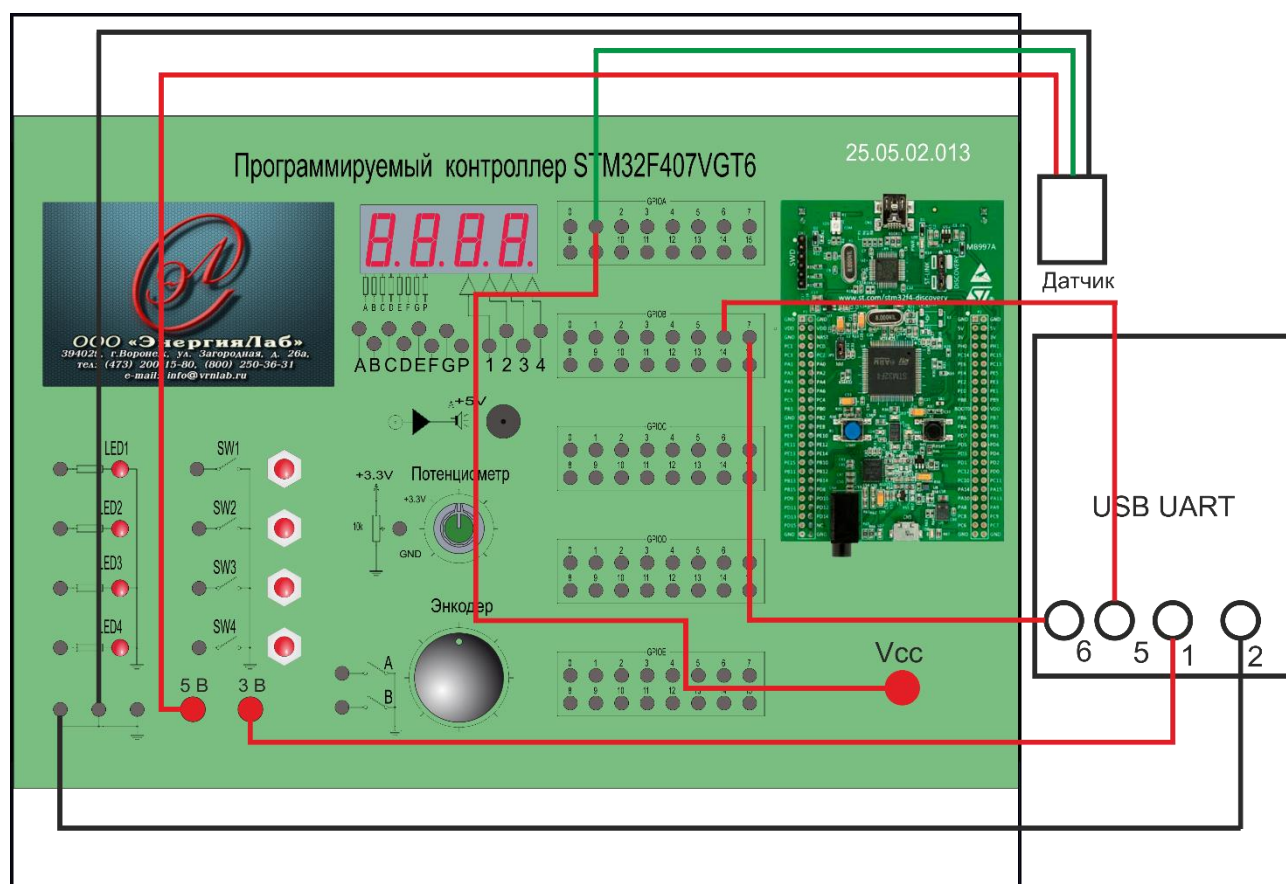

Рисунок 45. Схема соединений
5. Изучите схему, представленную на рис. 45.